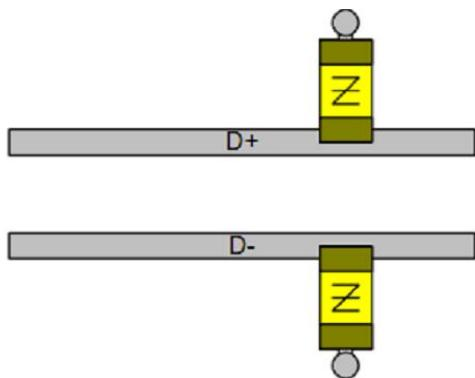
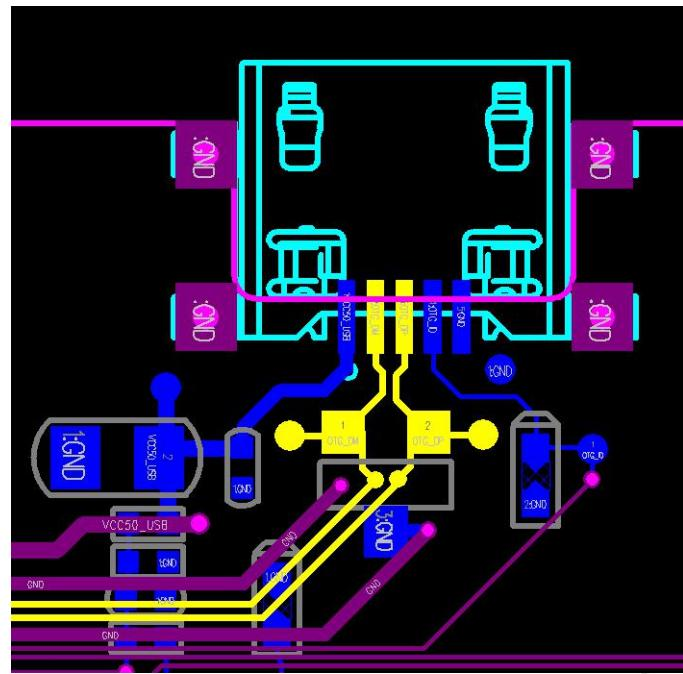

图8-10
图 8-11
- ESD保护器件、共模电感和大电容在布局时应尽可能的靠近USB接口，如图8-10、图8-11所示；